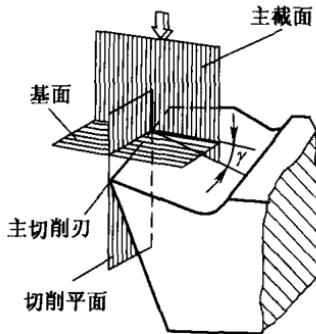
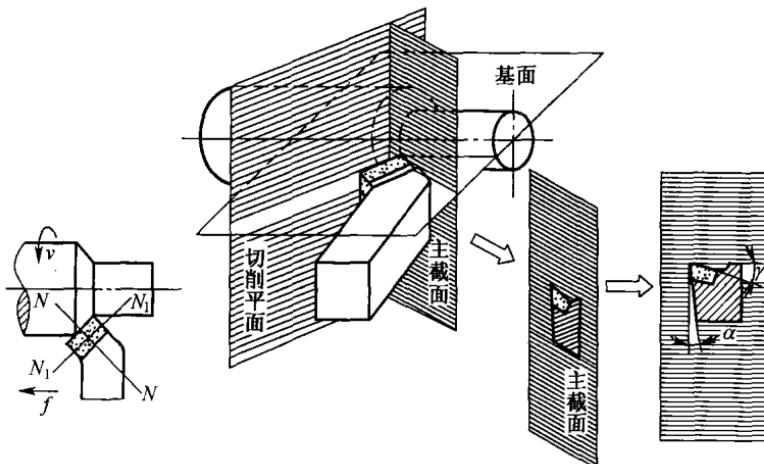

图 1-10 车刀上的主截面
图 1-11 主截面和副截面
(3) 截面 有了切削平面和基面,车刀各表面的位置就可以基本确定,但为了知道车刀角度的数值,还必须规定出主截面和副截面。主截面是在基面上垂直于主切削刃的投影平面,如图 1-10 所示,而在基面上垂直于副切削刃的投影平面则为副截面。图 1-11 中的  $N-N$  截面为主截面,  $N_1-N_1$  截面为副截面。
车刀切削部分的几何角度有前角  $\gamma$ 、后角  $\alpha$ 、楔角  $\beta$ 、切削角  $\delta$ 、主偏角  $K_r$ 、副偏角  $K'_r$ 、刀尖角  $\epsilon$  和刃倾角  $\lambda$ ; 从图 1-11 副切削刃  $N_1-N_1$